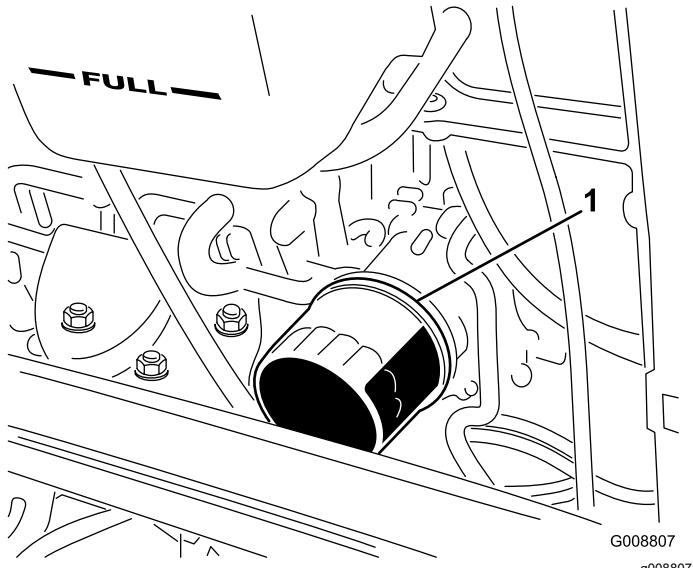

Figura 75
- Retire o filtro do óleo (Figura 75).